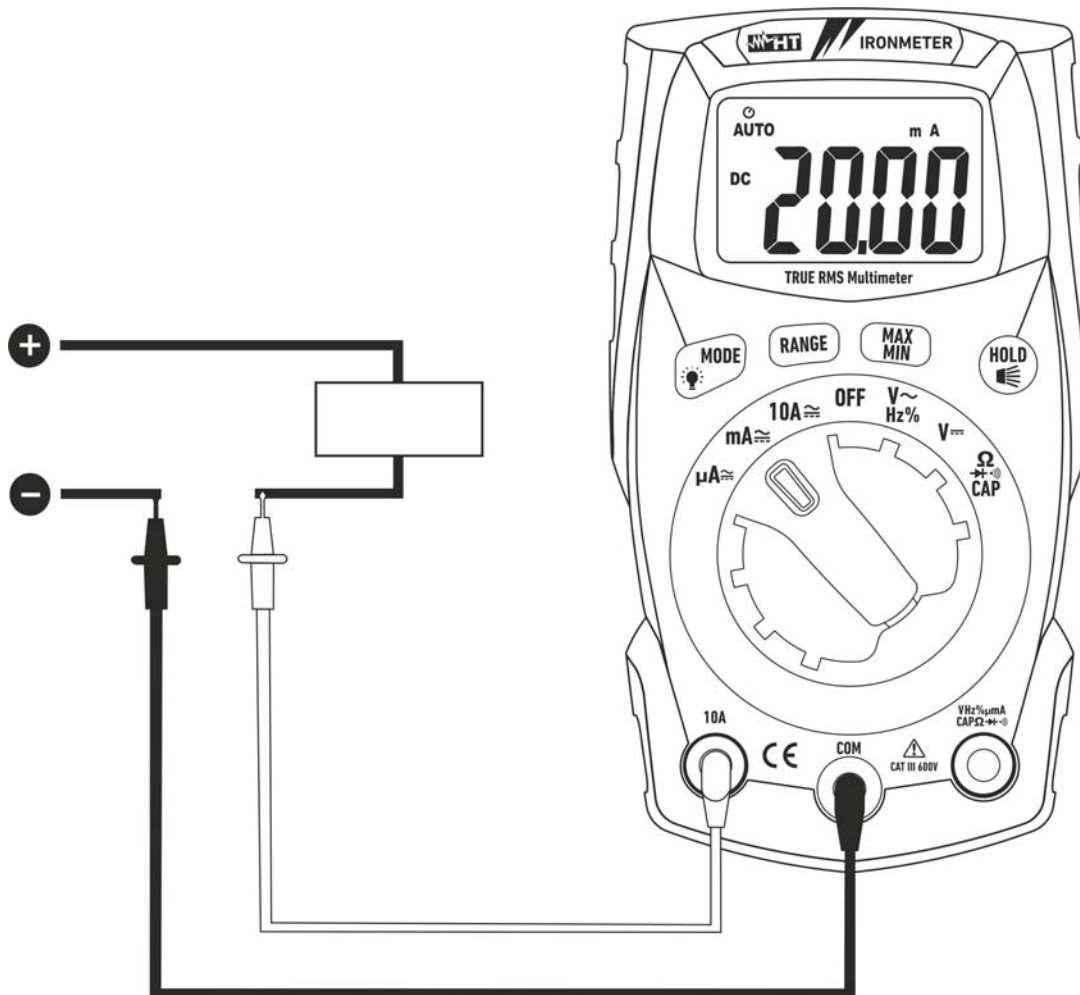

Fig. 8: Uso dello strumento per misura di Corrente DC
5. Collegare il puntale rosso ed il puntale nero in serie al circuito di cui si vuole misurare la corrente rispettando la polarità ed il verso della corrente (vedere Fig. 8).
8. La visualizzazione del simbolo "-" sul display dello strumento indica che la corrente ha verso opposto rispetto alla connessione di Fig. 8.